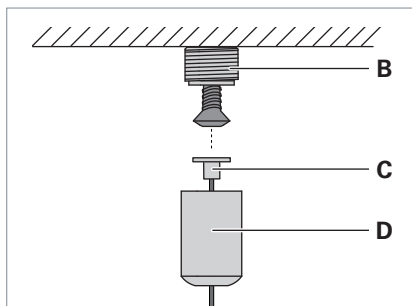

Fig. 7: Montaggio dell'elemento di fissaggio al soffitto.
- ▶ Avvitare al soffitto la filettatura **B** alla distanza **a** dalla lamiera di supporto montata in precedenza e utilizzando una vite adatta, vedi Tab. 2 e Fig. 7.